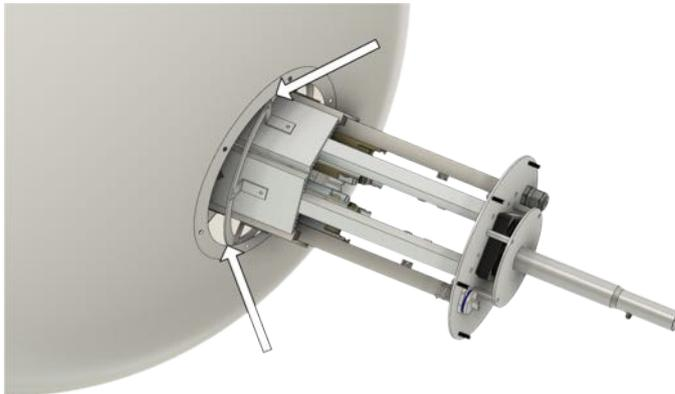

Fig. 8
5. Dasselbe Verfahren auch für das Abziehen der Hülle über die LED-Schutzringe und die Deckplatte verwenden (Fig. 8).